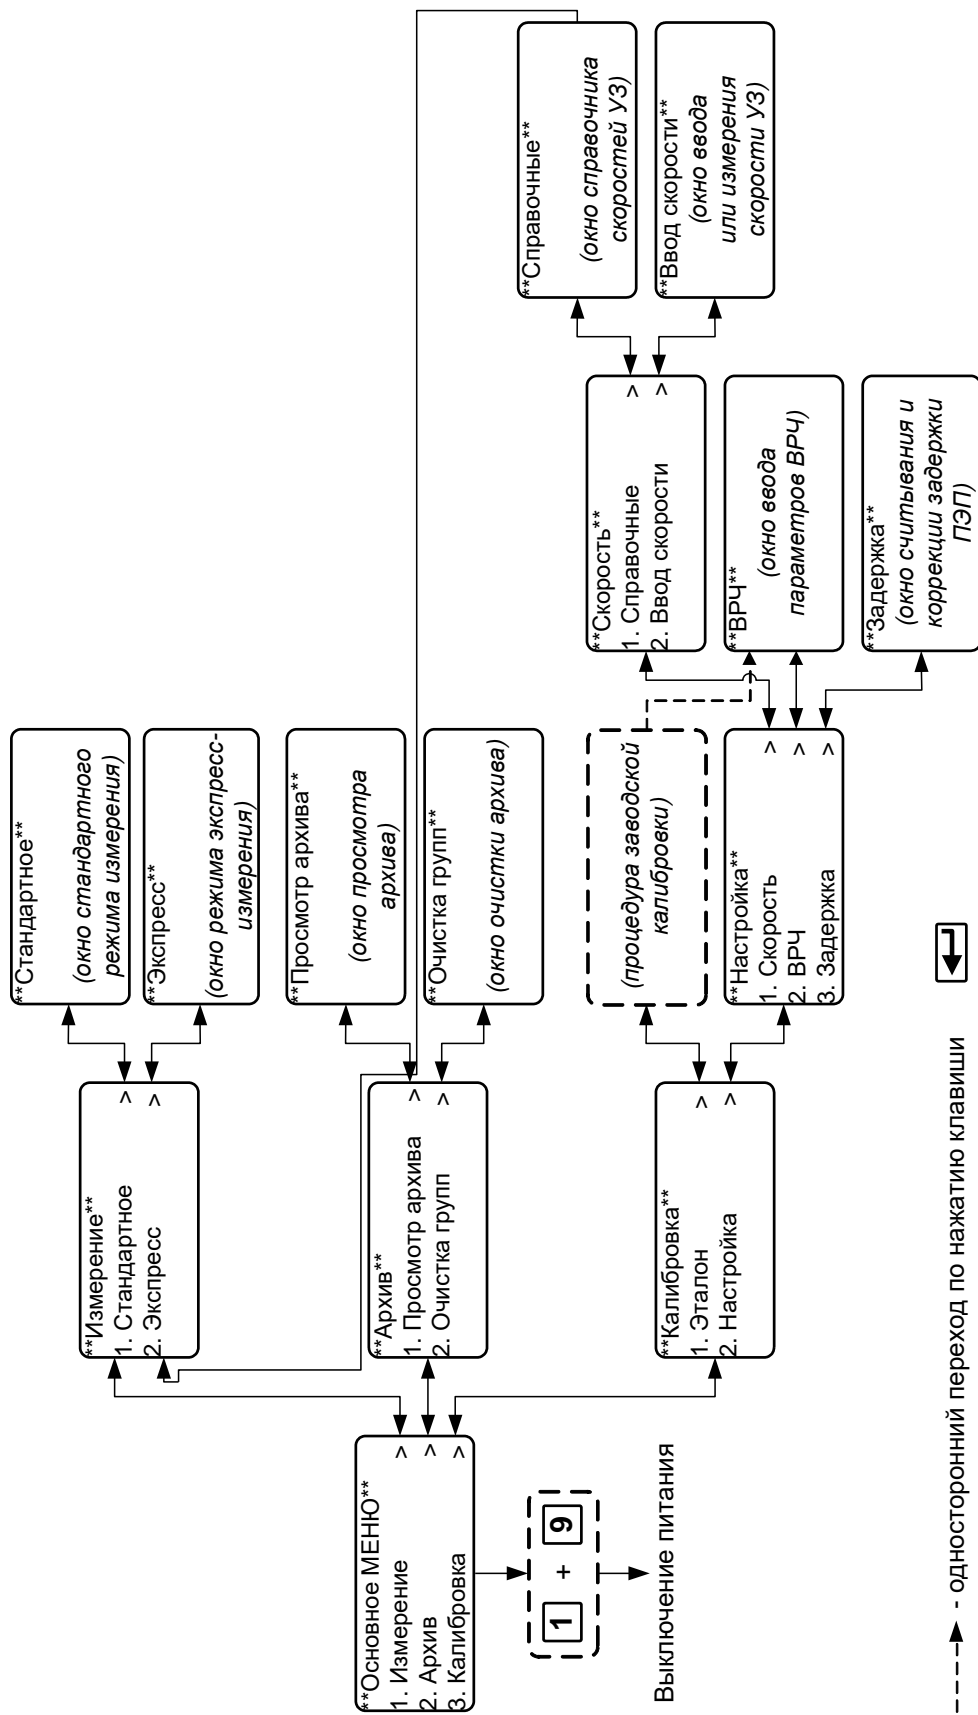

Рис.3. Схема выбора режимов и окон операции «ВЗЛЕТ УТ».
2.3.2.1. Управление толщиномером организовано с помощью системы меню различного уровня и окон индикации отображаемых на ЖКИ, а также набора клавиш на панели управления. Схема организации меню и окон операций, а также вид меню приведен на рис.3.